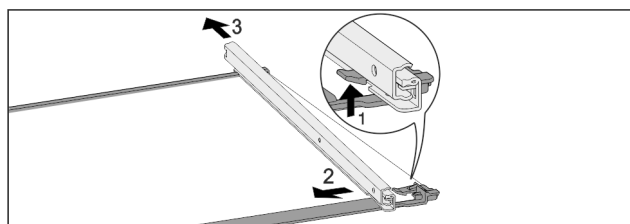

Fig. 139 Steklana plošča z vodili
- Sprednji zaskočni kaveljček potisnite navzgor. Fig. 139 (1)
- Izvlačno vodilo potisnite Fig. 139 (2) na stran Fig. 139 (3) in nazaj.